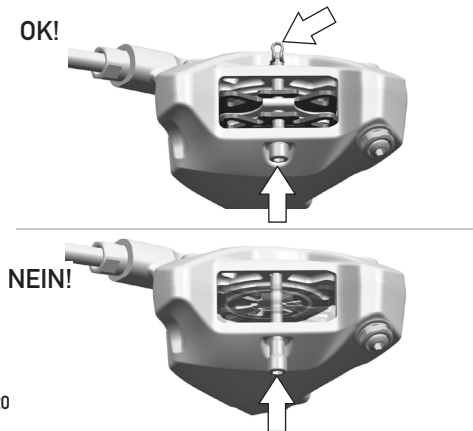

Abb.20
- Befestigungsschraube der Bremsbeläge nicht richtig positioniert bzw. der Sicherungsclip an ihrem Ende fehlt (Abb.20).